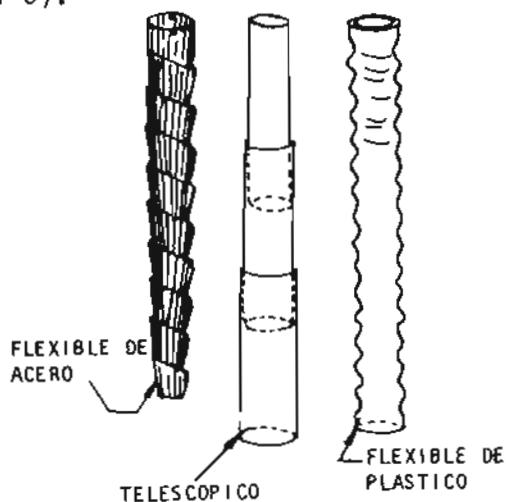

Fig. 6
*TUBOS DE DESCARGA.* Conducen la semilla desde los dispositivos de alimentación hasta las botas o surcadores; pueden ser flexibles de caucho, plástico o una espiral de lámina de acero y también de material rígido y construcción telescópica (fig. 6).